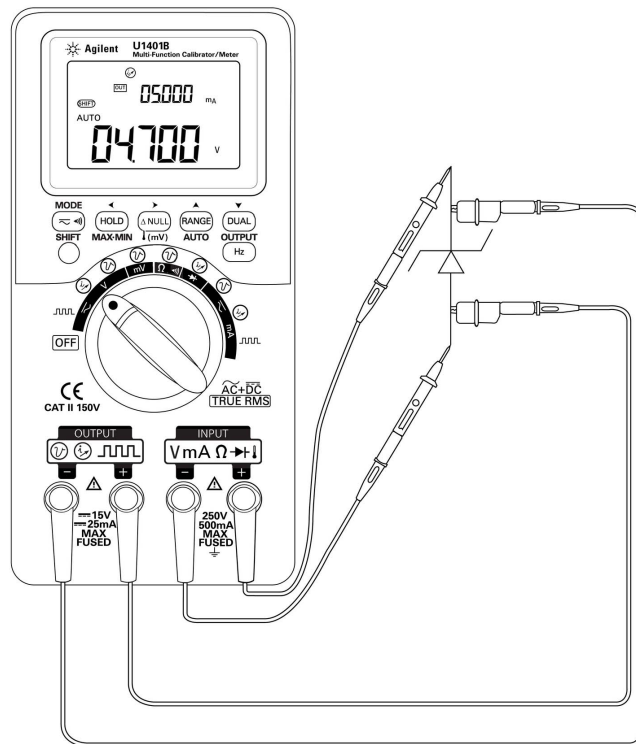

Abbildung 5-5 Zener-Diodentest
- 2 Verbinden Sie die rote Leitung mit Krokodilklemme zwischen dem positiven Ausgangsanschluss und der positiven Seite (Anode) der Zener-Diode. Siehe hierzu Abbildung 5-5 auf Seite 95.